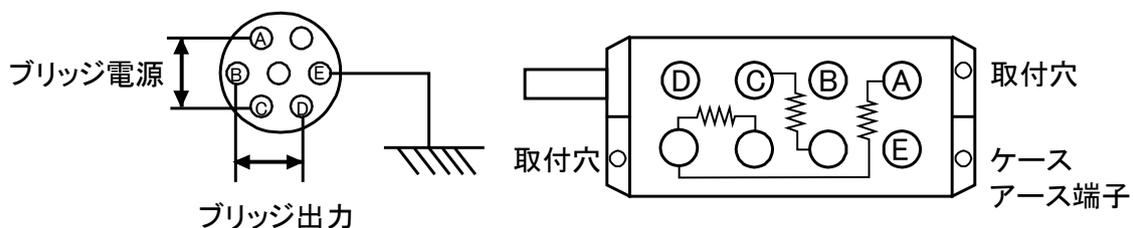

図 4-1 ブリッジボックス概観
- B) 固定する場合には図4-1に示す取付穴を利用してビス止めします。
- A) コネクタの結線は、図4-1に示すようにピン番号A, Cがブリッジ電源の供給で、B, Dが動ひずみ測定器への入力となります。Eはコモン端子です。